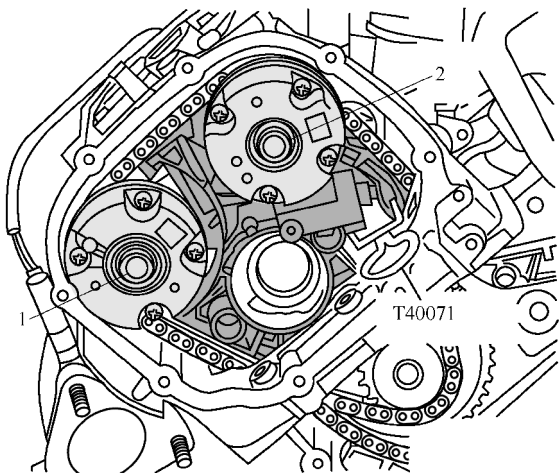

图 1-3-70 旋出左侧气缸盖上的螺栓并取下两个凸轮轴调节器
7) 如图 1-3-70 所示，用颜色笔标记凸轮轴调节器的安装位置，以便重新安装。旋出左侧气缸盖上的螺栓 1 和 2，取下两个凸轮轴调节器。
2) 如图 1-3-70 所示, 根据拆卸时做好的标记重新装上左侧气缸盖上的凸轮轴调节器。将凸轮轴正时链安装在驱动链轮和凸轮轴调节器上, 并松松地拧入螺栓 1 和 2。两个凸轮轴调节器必须能在凸轮轴上旋转并且不得翻转, 拔下定位销 T40071。